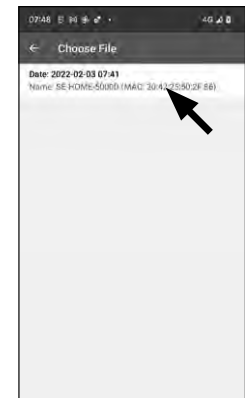

Abb. 96
⑪ Im Menü des ausgewählten Zylinders sehen Sie die abgerufene(n) Protokoll-dateie(n), sortiert nach Datum und Uhrzeit. Tippen Sie die gewünschte Datei an (Abb. 96).